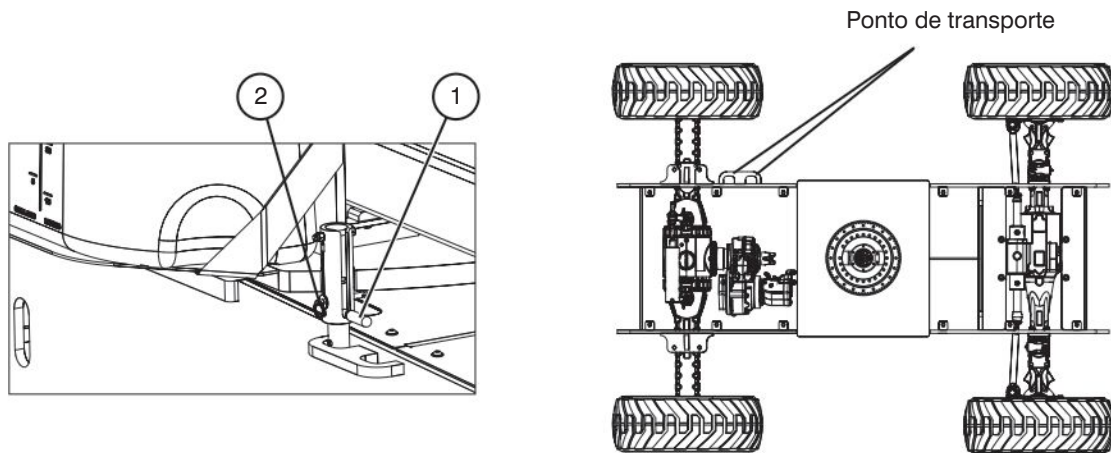

Figura 3-7. Trava de transporte da torre e pontos de travamento
1. Verifique se a torre está posicionada de forma que o tubo de trava de transporte da torre (item 1 - Figura 3-7) esteja alinhado com um dos dois pontos de travamento na placa de trava de rotação da torre.
2. Remova o pino de retenção da trava da torre (item 2 - Figura 3-7). Baixe a trava da torre até a posição travada e reinsira o pino de retenção da trava.
1. Coloque a lança na posição retraída e centralizada entre as rodas de tração. Trave a torre inserindo o pino de trava para transporte da torre (consulte a Seção 3.10-2) no ponto de transporte (consulte a Figura 3-7).